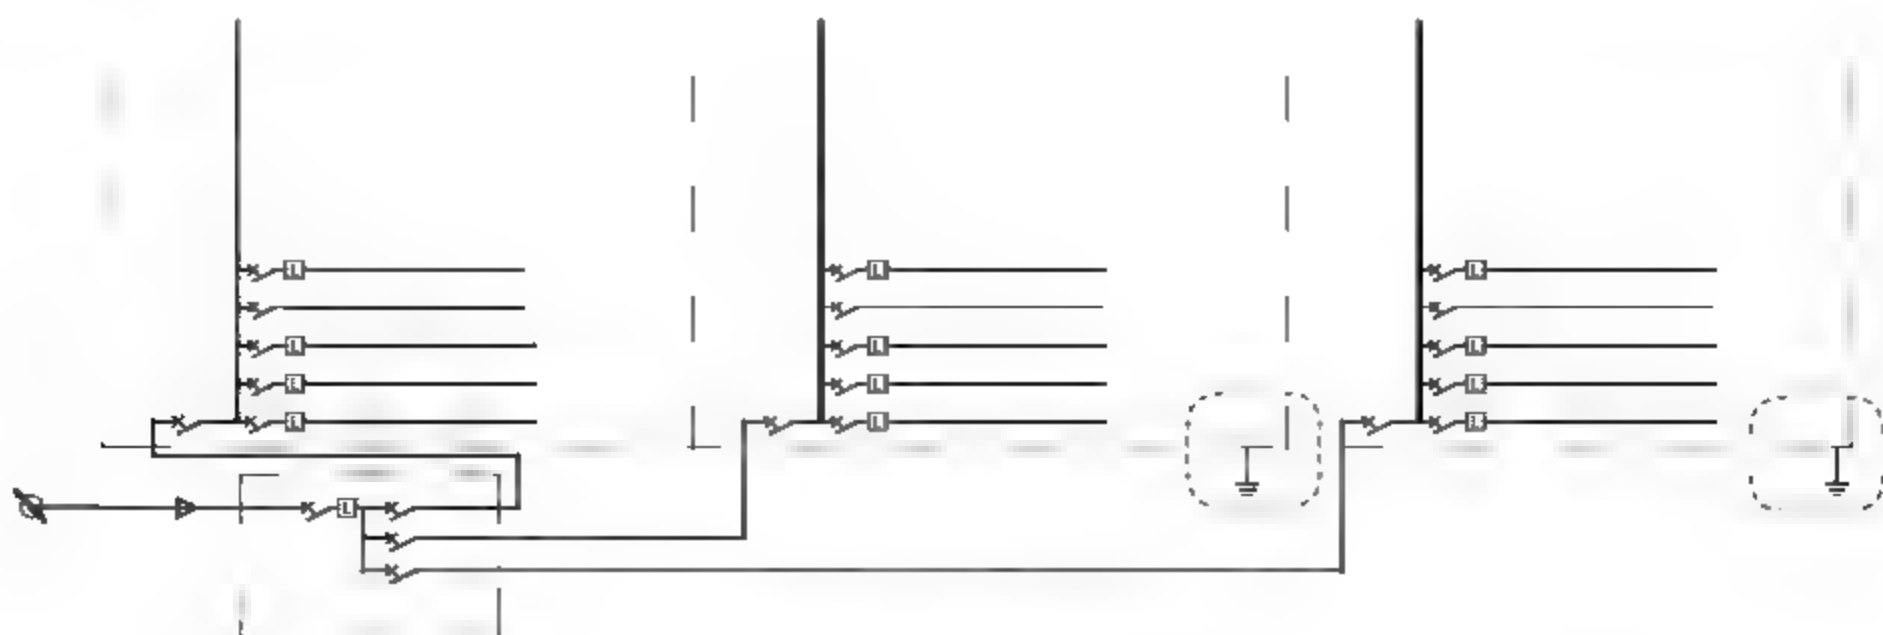

图13-12 调入接地符号
**11** 在“素材\第13章\电气图例.dwg”文件中选择接地符号图块，将其复制至系统图中，结果如图13-12所示。